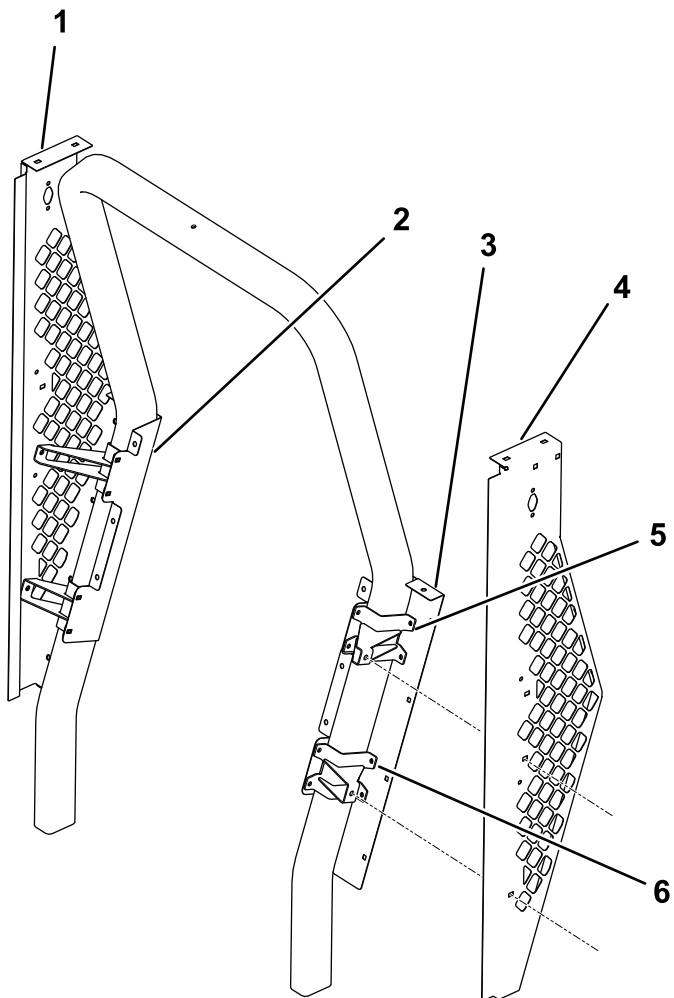

図 1
1. ボタンヘッドねじ5/16 x 3/4"とフランジナット5/16"で、左右のサイドパネルを取り付ける図 1。
2. 上側サポート2個と下側サポート2個を、左後パネルと右後パネルと共に取り付けるボタンヘッドねじ5/16 x 3/4"とフランジナット5/16"を使用する図 1。